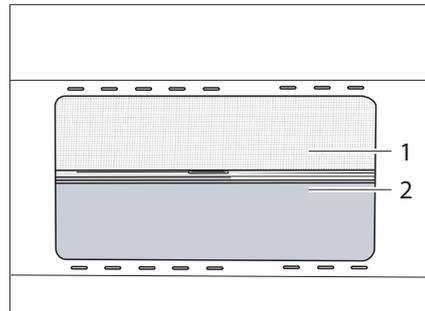

Bild 12 Ausstellfenster
**Schließen:** ■ In die Einkerbung (Bild 12,2) fassen und Verdunklungsrollo von oben nach unten bis zur gewünschten Höhe ziehen.
**Öffnen:** ■ In die Einkerbung (Bild 12,2) fassen und Verdunklungsrollo nach oben schieben.
**Schließen:** ■ Insektenschutzrollo an dem Griff (Bild 12,1) nach unten ziehen.
**Öffnen:** ■ Insektenschutzrollo an dem Griff (Bild 12,1) nach oben schieben.